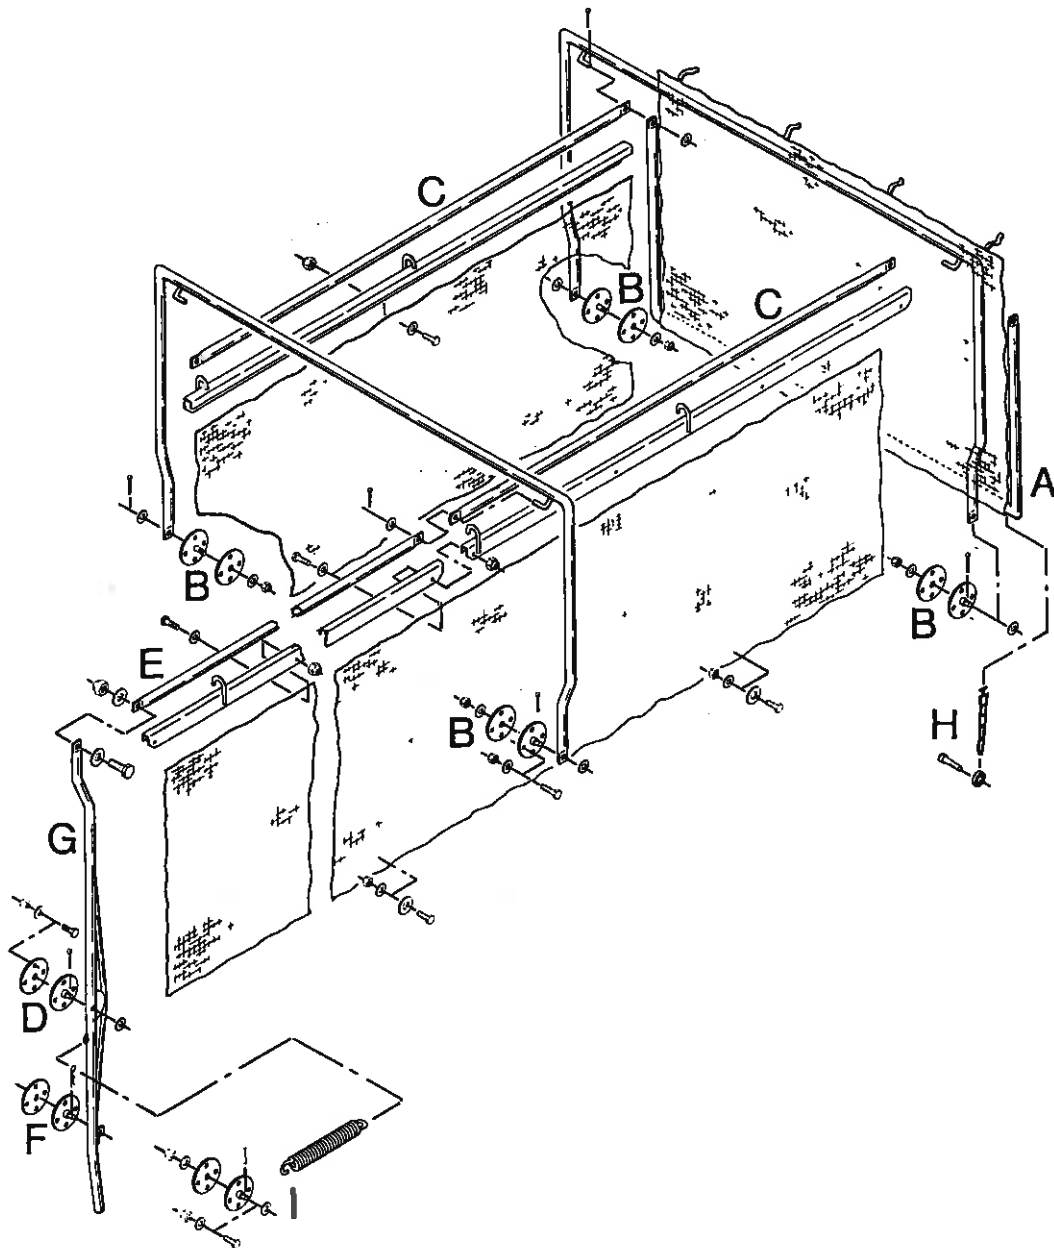

Fig. 19. Grøntnet for 5,5 - 6,5 - 7,0TC
5.2. Montering af grøntnet for 5,5 - 6,5 - 7,0TC Fig. 19.